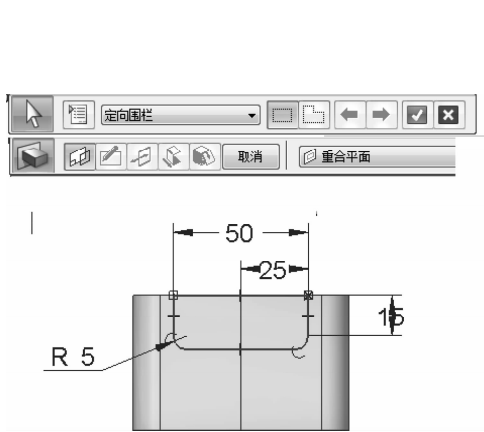

图 7-10 绘制草图
(1) 选择【实体】功能栏内的【拉伸】按钮，在自动弹出的功能菜单中单击【重合平面】按钮，单击零件的前面可自动进入绘制草图界面，选择【中心创建矩形】工具，绘制一个中心矩形，再选择【圆角】工具，输入半径值为【5.00mm】，并单击矩形的下边两角，最后选择【智能尺寸】工具，绘制如图 7-10 所示的草图图形。